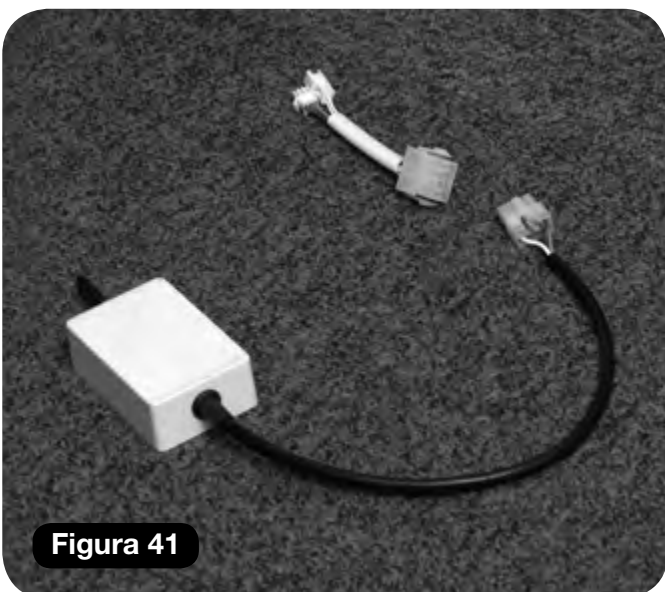

Figura 41
- a Conector de 8 hilos del basculante de conducción (Pieza núm. 181001.50083) y haz de cables de conversión (SIM22900) – asiento, dirección, llave de contacto, y giro (sólo se pueden instalar de una forma) (**Figura 41**).